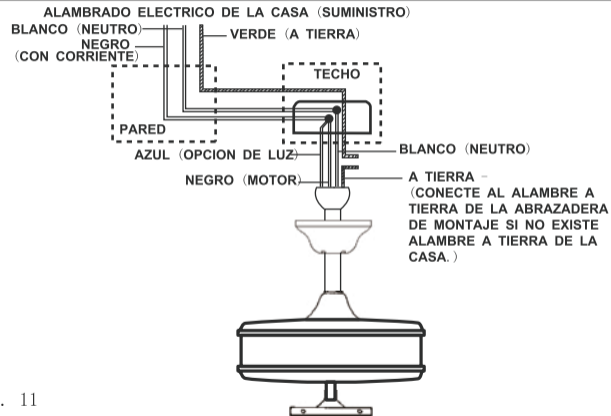

Fig. 11
**Paso 1.** Conecte el Alambre Negro (corriente) de la caja de distribucion a los alambres negro y azul del ventilador. Conecte el alambre Blanco (neutral) de la caja de distribucion con el alambre blanco del ventilador (Fig. 11).